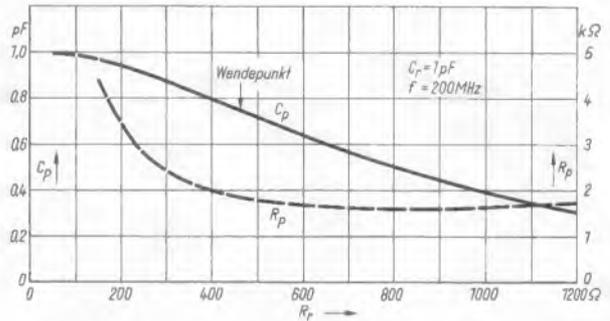
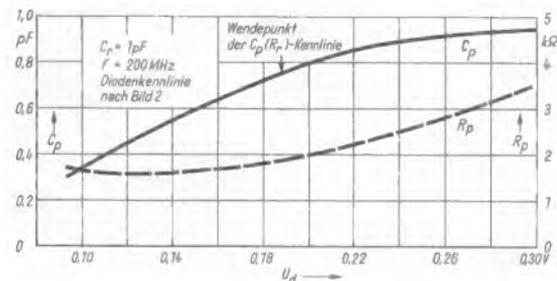
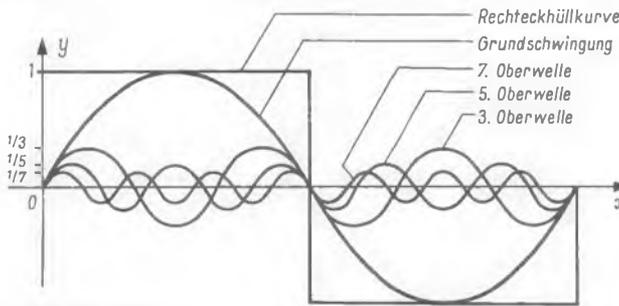
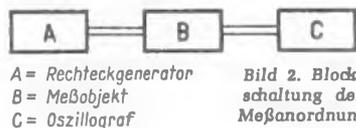

Bild 3a. Wirksame Parallelkapazität  $C_p$  und Parallel-Dämpfungswiderstand  $R_p$  in Abhängigkeit vom Diodenwiderstand  $R_r$  für eine Anordnung nach Bild 1
Bild 3b. Parallelkapazität  $C_p$  und Parallel-Dämpfungswiderstand  $R_p$  einer Anordnung nach Bild 1 und 3a, jedoch abhängig von der Diodenspannung  $U_d$
Bild 1. Zerlegung der Rechteckkurve nach Fourier
Bild 2. Blockschaltung der Meßanordnung
Hierbei handelt es sich um die Reihenschaltung einer Festkapazität  $C_r$  von geeignetem Wert mit einer Diode  $D$ . Die Diode wird im Durchlaßbereich mit Hilfe einer Steuerspannung  $U_d$  auf verschiedene Arbeitspunkte eingestellt. Sie dient so als variabler Widerstand  $R_r$ , Bild 1. Eine Diodenkennlinie im Durchlaßbereich mit eingezeichneter Widerstandskennlinie  $R_d = f(U_d)$  ist in Bild 2 dargestellt.
Oben: Bild 1. Prinzipschaltung sowie Reihen- und Parallel-Ersatzschaltung für Frequenznachstimmung einer im Durchlaßbereich arbeitenden Diode
Links: Bild 2. Strom-Spannungs-Kennlinie und Widerstandskennlinie für eine Germanium-Spitzendiode im Durchlaßbereich
Bild 3a zeigt für  $C_r = 1 \text{ pF}$  und  $f = 200 \text{ MHz}$  als Beispiel eine Kennlinie  $C_p = f(R_r)$ . Man erkennt den Wendepunkt bei  $R_r = 460 \Omega$ , in dem die Kapazitätsvariation, bezogen auf  $R_r$ , am größten ist.
Die steuernde Größe für  $C_p$  ist bei Anwendung der Diode als gesteuerter Widerstand die Diodenspannung  $U_d$ . Mit ihr ergibt sich unter Berücksichtigung der Dioden-Widerstandskennlinie (Bild 2) eine Abhängigkeit von  $C_p$  und  $R_p$  wie sie Bild 3b zeigt. Hierbei ist interessant, daß sich auch abseits vom  $C_p(R_r)$ -Wendepunkt, nämlich nach kleinen Diodenspannungen hin (höheren  $R_r$ -Werten), noch größere Kapazitätshübe ergeben. Ursache dafür ist die starke Widerstandsänderung der Diode im Bereich ihres Kennlinienknicks. Für die  $C_p(R_p)$ -Kennlinie in Bild 3a war dagegen eine lineare Widerstandsänderung angenommen.
Um die Oszillogramme richtig auswerten zu können, ist es notwendig, den Aufbau der Rechteckschwingungen zu kennen (Bild 1). Man kann sich nach Fourier eine Rechteckkurve aus einer sinusförmigen Grundwelle (Folgefrequenz) und einer entsprechenden Anzahl ungeradzahlig sinusförmiger Oberwellen in bestimmten Phasenlagen zueinander denken. Hat die Grundwelle die Amplitude 1, so hat die 3. Oberwelle nur noch den 3. Teil, die 5. nur noch den 5. Teil der Gesamtspannung usw.
2. Durchmessen von Oszillografen- und Hi-Fi-Verstärkern und Dimensionierung von Abschwächern und Regelnetzwerken durch praktischen Versuch (Bild 2 und 3);